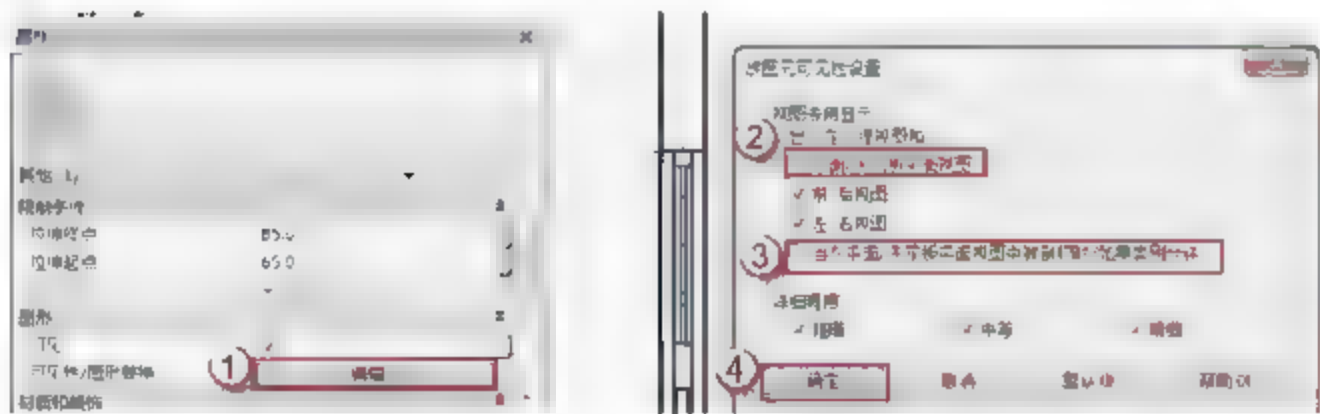

图 7.2.34 修改 MQ7196 幕墙窗户玻璃的可见性
(9) 修改 MQ7196 幕墙窗户玻璃的可见性。在“属性”面板中,单击“图形”栏“可见性/图形替换”后的“编辑”按钮,弹出“族图元可见性设置”对话框,取消“平面/天花板平面视图”和“当在平面/天花板平面视图中被剖切时(如果类别允许)”复选框的选择,单击“确定”按钮,如图 7.2.34 所示。